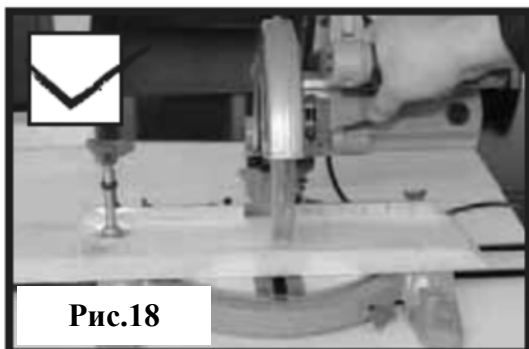

Рис.18
**Как правильно использовать зажим при маятниковом распиле (рис.18,19)?**